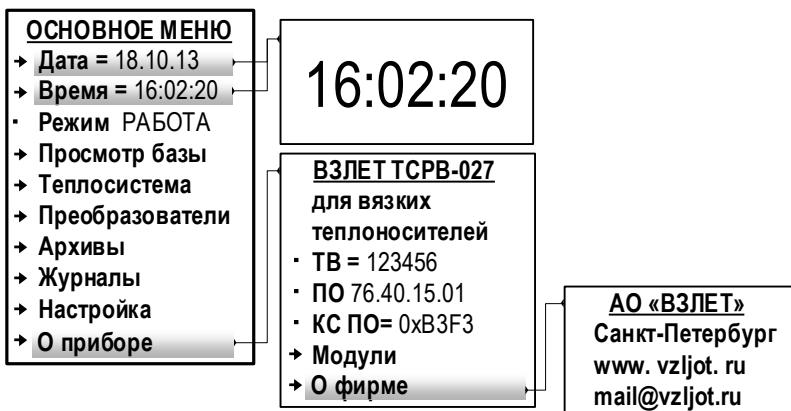

Рис.48. Вид меню «О приборе» (режим РАБОТА).
7.10.1. Дополнительная информация об установленном в ТВ программном обеспечении, о дате выпуска ТВ и предприятии изготовителе содержится в меню **О приборе** (рис.48). Меню **О приборе** не отображается в режиме **Простое меню**.
7.10.2. Также в тепловычислителе предусмотрена укрупненная индикация текущего времени в режиме РАБОТА. Отображение окна укрупненной индикации текущего времени (рис.48) начинается после установки курсора в одной строке с параметром **Дата** или **Время** и нажатия кнопки . Возврат в **Основное меню** из окна укрупненной индикации текущего времени происходит после нажатия кнопки .